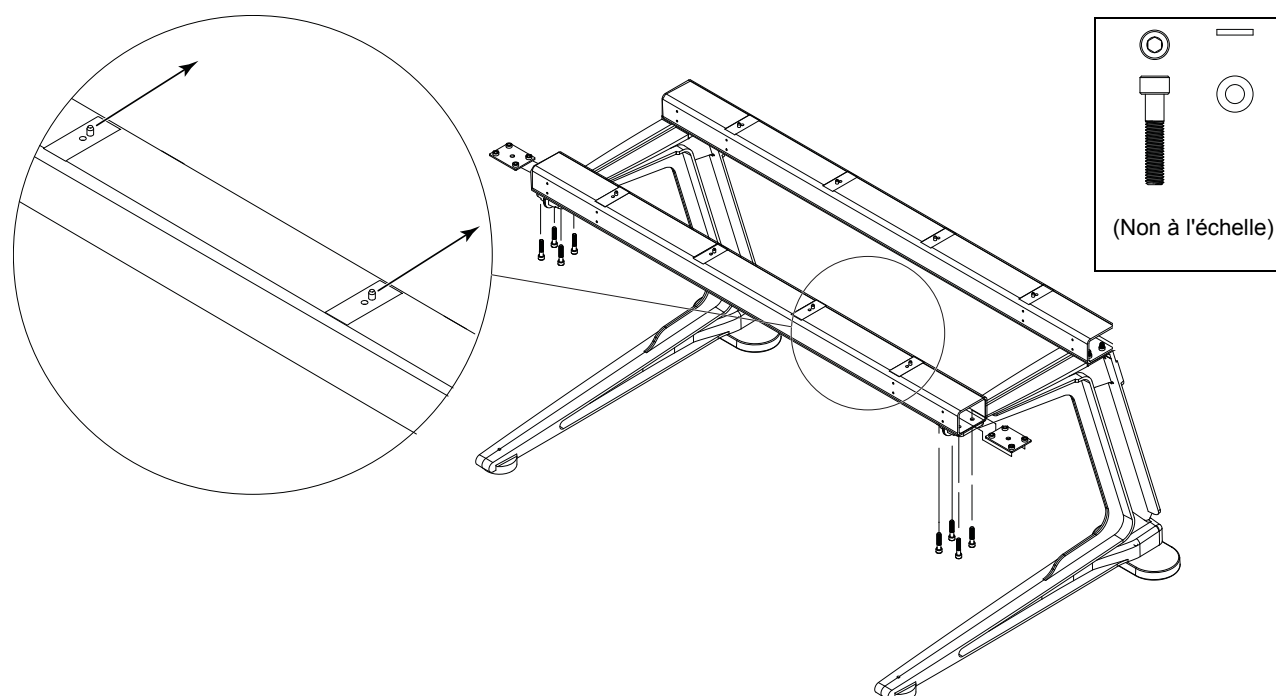

Figure 4. Orientation des axes de fixation sur la partie supérieure de l'entretoise avant
- 2 À l'aide de quatre vis et rondelles (fournies) par point de fixation, vissez chaque extrémité de l'entretoise avec deux plaques de montage sur l'avant des pieds, comme représenté sur la Figure 4. Ne serrez pas les vis.